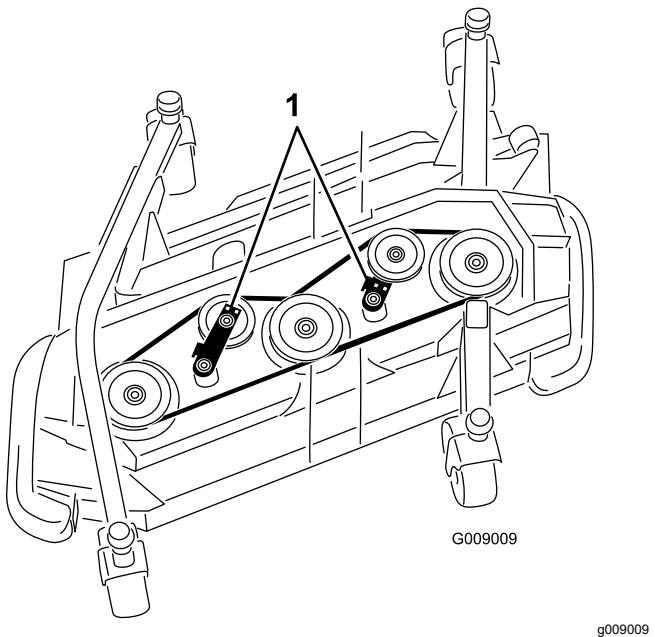

Figure 127
- À l'aide d'une clé à cliquet ou d'un outil similaire, éloignez les poulies de tension de la courroie d' entraînement pour détendre cette dernière et pouvoir la déchausser des poulies (Figure 127).